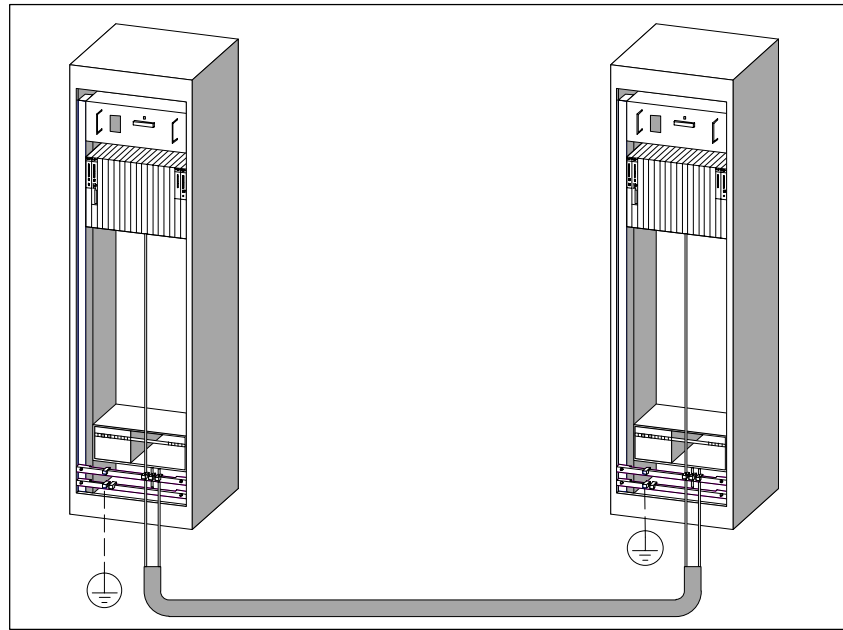

Bild A-5 Verlegen von Potenzialausgleichsleitung und Signalleitung
- Verlegen Sie die Potenzialausgleichsleitung so, dass die Fläche zwischen Potenzialausgleichsleitung und Signalleitungen möglichst klein ist (siehe Bild A-5).